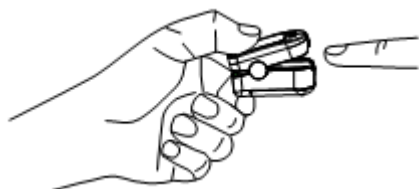

Figura 4. Ghid de operare
B. Luați pulsoximetrul cu ecranul orientat spre dumneavoastră, plasați degetul în orificiul pentru deget deschis al dispozitivului, după cum este indicat mai jos (Figura 4), până când vârful degetului nu atinge reperul orientativ incorporat. Pentru obținerea celor mai bune rezultate, asigurați-vă că degetul este centrat în conformitate cu reperul pentru degete.